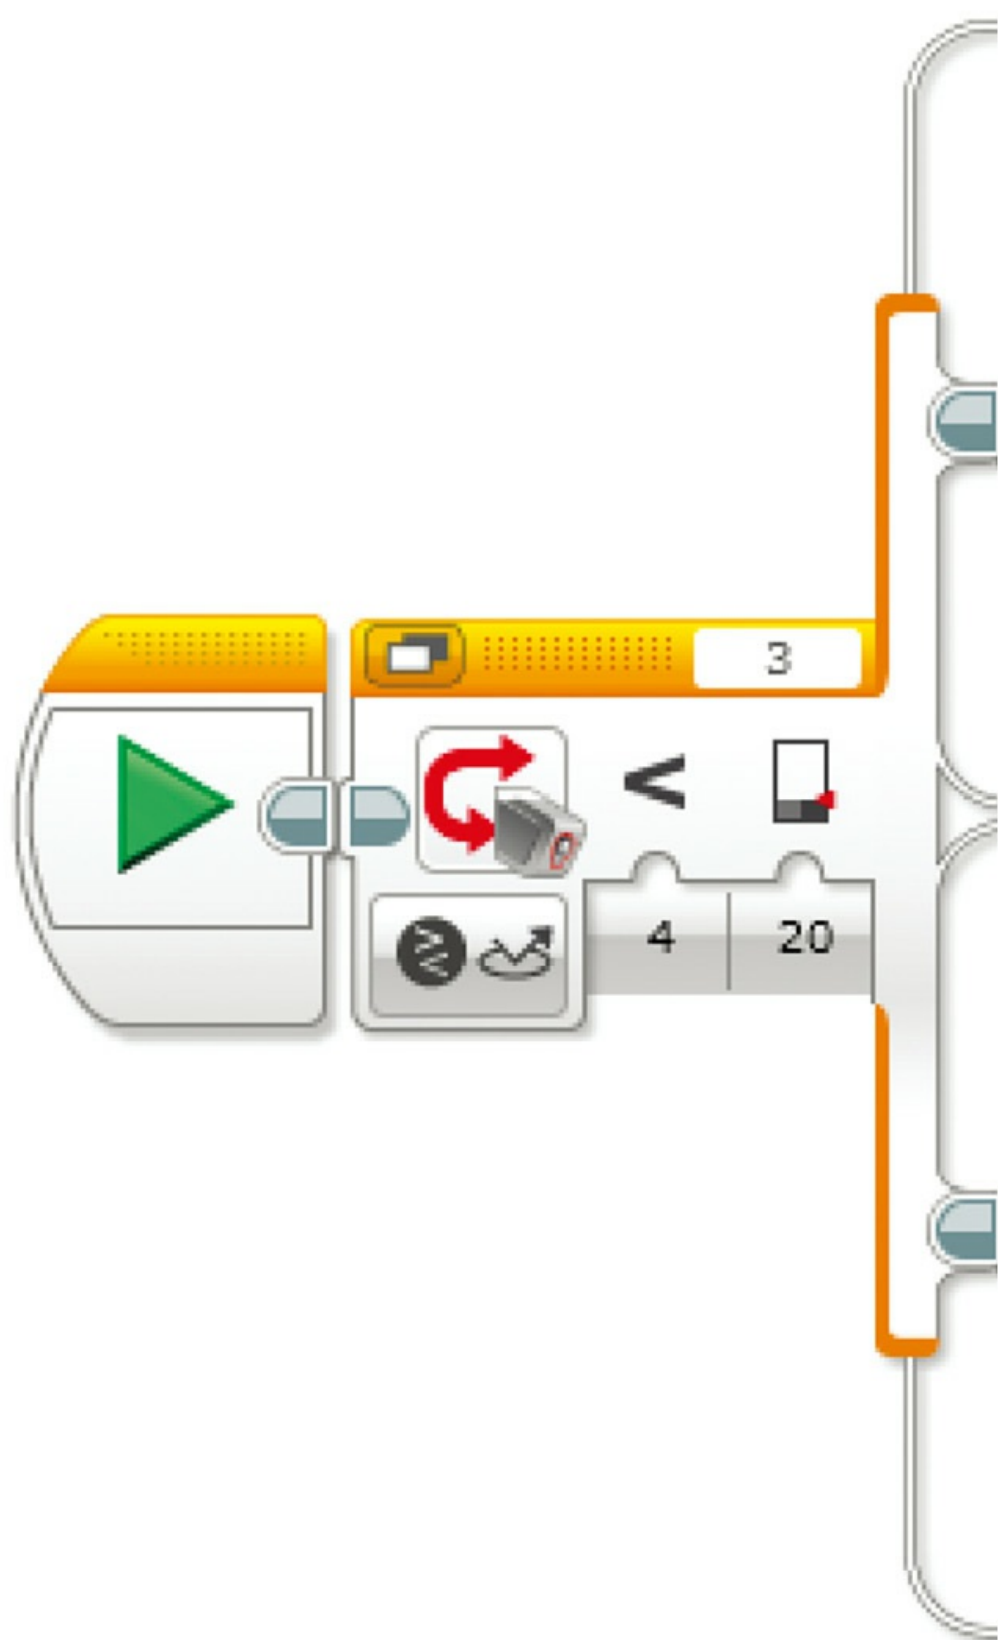

图7.34 切换模块会作用于传感器的信息
3. 单击在触动传感器图标下方的按钮，然后将其换成你在“更改模式”一节中选择的反射光强度，调节阈值到20，调节模式到4（如图7.34所示）。